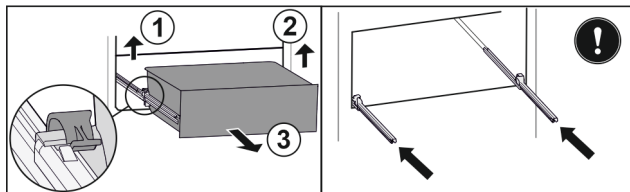

Fig. 96
- ▶ Løft den venstre klemme, og træk samtidigt skuffen i venstre side fremad. Fig. 96 (1)
- ▶ Løft den højre klemme, og træk samtidigt skuffen i højre side fremad. Fig. 96 (2)
- ▶ Tag skuffen ud fremefter. Fig. 96 (3)